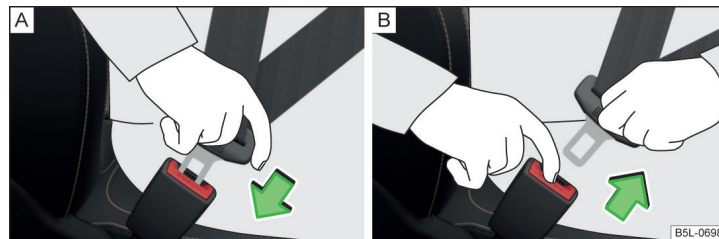

Abb. 6 Sicherheitsgurt anlegen / ablegen
- › Die Schlosszunge in das zum Sitz gehörende Gurtschloss » Abb. 6 - [A] stecken, bis diese hörbar einrastet.
- › Die rote Taste im Gurtschloss » Abb. 6 - [B] drücken, die Schlosszunge springt heraus.